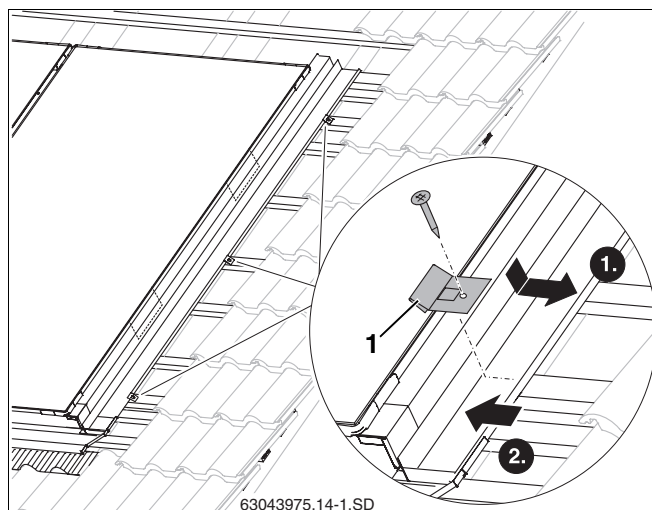

Fig. 49 Asegurar la chapa protectora lateral
- ▶ Sitúe el tope (fig. 49, **pos. 1**) en el borde de la chapa lateral.